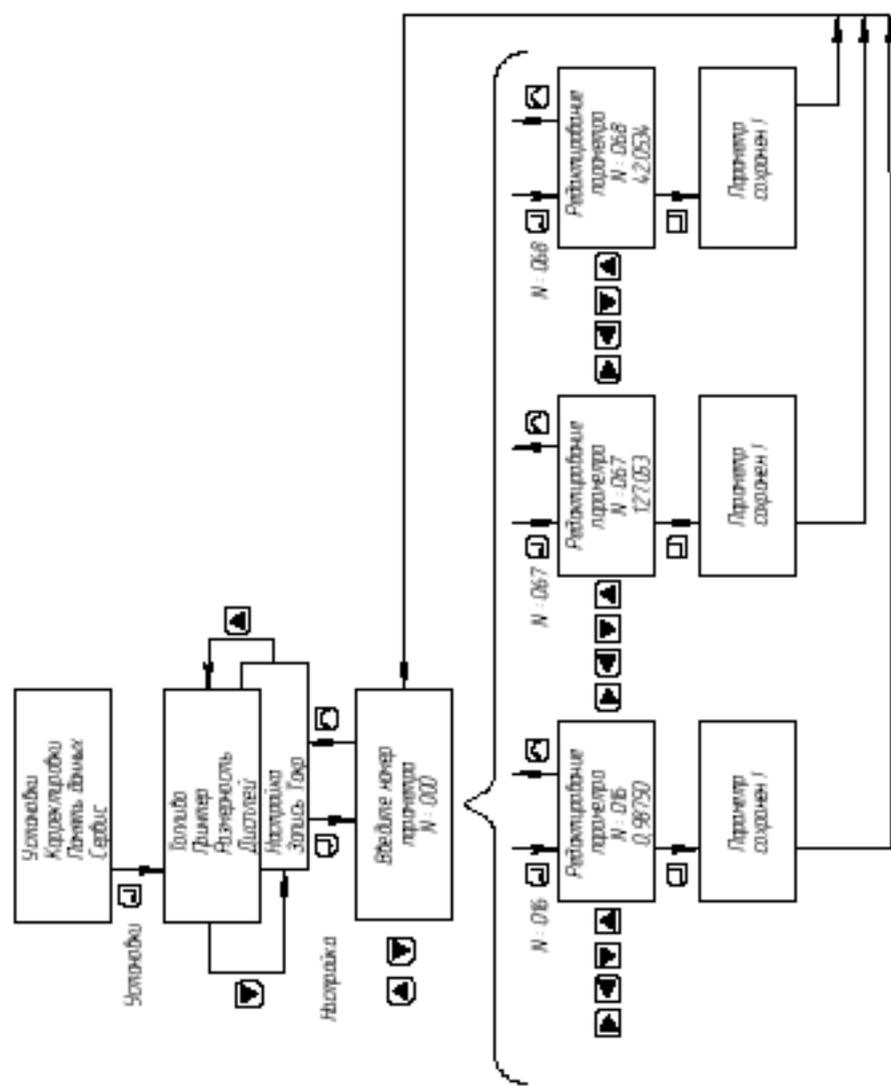

Рисунок 2.12 – Редактирование параметров настройки производства
1) ввести в память газоанализатора поправочные коэффициенты. Для этого выбрать пункт меню «УСТАНОВКИ→НАСТРОЙКА» (рисунок 2.12), в появившемся окне ввести требуемый номер параметра (номера параметров и их числовые значения указаны в этикетке на пробозаборник